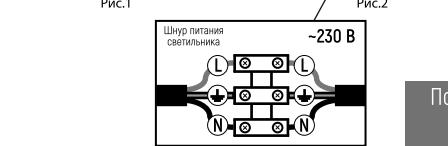

Рис.1
- Наметьте место будущей установки, закрепите прожектор на опорной поверхности при помощи двух винтов [Рис.1].